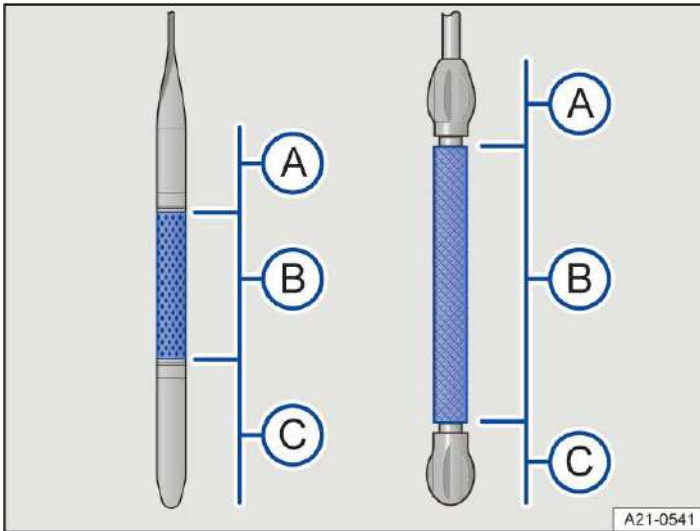

Abb. 2 Ölmessstäbe mit Motorölstandsmarkierung (Prinzipdarstellung).
3. Ölmessstab erneut herausziehen und Motorölstand am Ölmessstab wie folgt ablesen → *Abb. 2*: